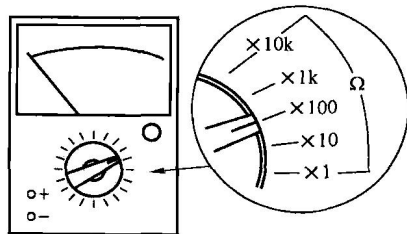

图 1-16
(1) 选择挡位。检测时首先根据电阻器阻值的大小，将模拟万用表（以下简称万用表）上的挡位旋扭转到适当的“ Ω ”挡位，如图 1-16 所示。